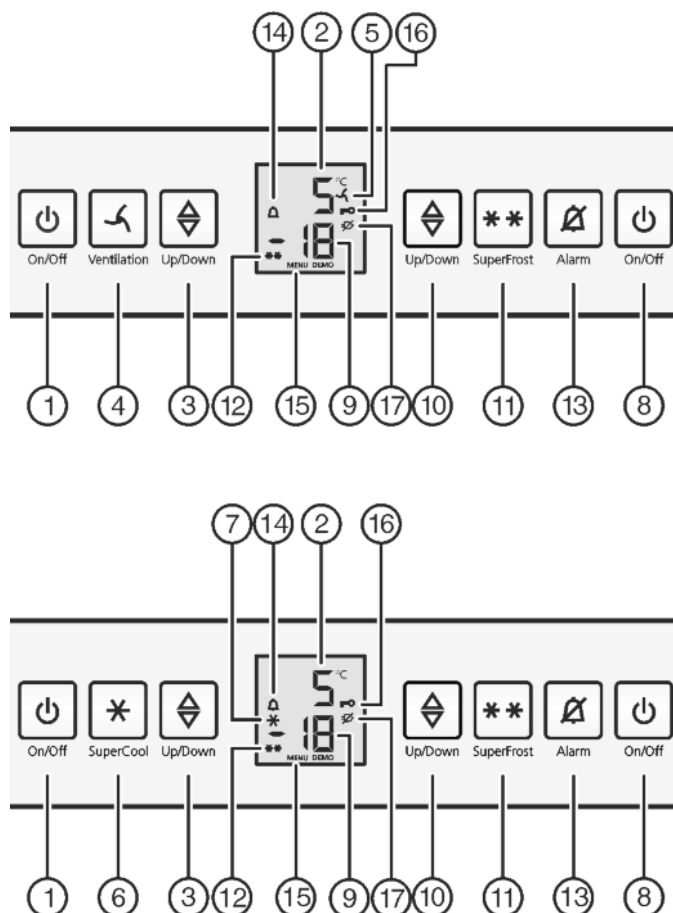

Fig. 2
- Stiskněte tlačítko On/Off pro mrazničku *Fig. 2 (8)*.
- Stiskněte tlačítko On/Off pro chladničku *Fig. 2 (1)*.
- Zapnutí seřizovacího režimu: Stiskněte tlačítko SuperFrost *Fig. 2 (11)* asi na 5 sekund.
- ▷ Na displeji se zobrazí Symbol menu *Fig. 2 (15)*.
- Potvrďte krátce tlačítkem SuperFrost *Fig. 2 (11)*.
- ▷ Na displeji svítí Symbol dětské pojistky *Fig. 2 (16)*.
- Stiskněte krátce tlačítko On/Off mrazničky *Fig. 2 (8)*.
- ▷ Symbol dětské pojistky *Fig. 2 (16)* zhasne.
Současně bliká ukazatel teploty a symbol Alarm *Fig. 2 (14)*.
Výstražný bzučák se vypne automaticky, symbol Alarm *Fig. 2 (14)* se vypne a ukazatel teploty přestane blikat, když je teplota zase dostatečně nízká.
- Stiskněte tlačítko Alarm *Fig. 2 (13)*.